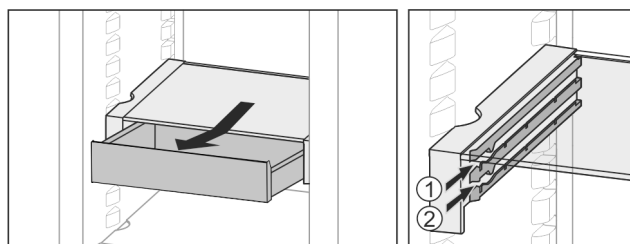

Fig. 26
- Zasuňte v libovolné výšce Fig. 26 (1) nebo Fig. 26 (2).